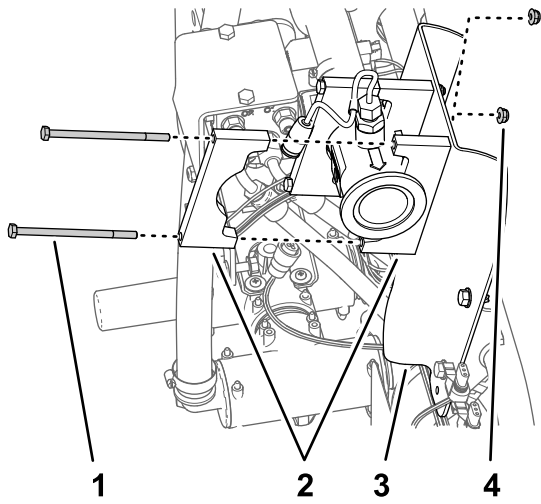

图 75
3. 对齐流量计与流量计支架之间的两半支撑夹具分别对齐两半支撑夹具与支架中的孔图 75。
4. 对齐流量计后侧支撑夹具的一半与您在步骤 3 中组装的两半夹具的其中一个图 75。
5. 使用 2 个螺栓 $\frac{1}{4} \times 4\frac{1}{2}$ 英寸和 2 个凸缘锁紧螺母 $\frac{1}{4}$ 英寸将两半的夹具组装到流量计支架图 75。